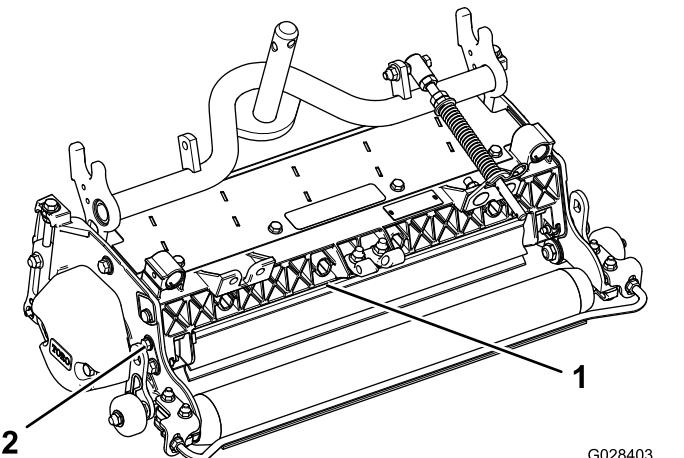

Рисунок 11
- Ослабьте болты оси поворота щитка (Рисунок 11).
- Переведите щиток в требуемое положение и затяните болты (Рисунок 11).